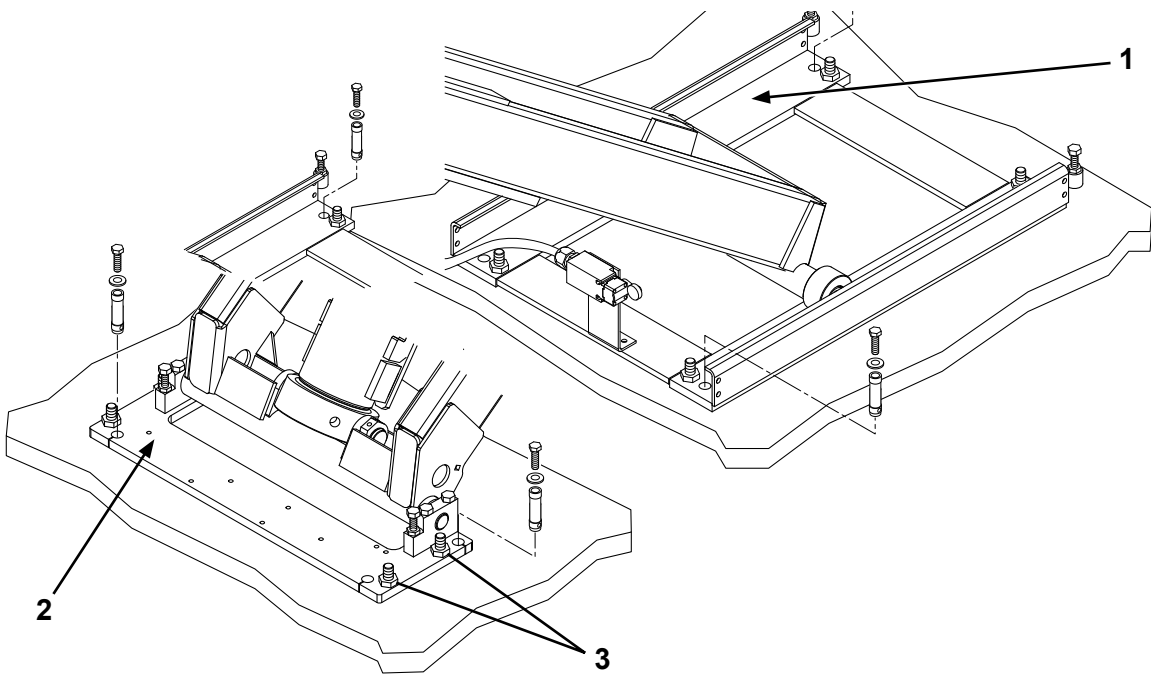

Fig. 21
- Assicurarci della perfetta planarità delle basi prendendo come riferimento le superfici scorrimento rulli 1 (Fig. 21) e appoggio blocco fulcri bielle 2 (Fig. 21): se necessario agire sulle viti di livellamento 3 (Fig.21) ma in questo caso ripristinare il contatto base-pavimento su tutta la superficie con adeguato spessoramento (questo per evitare successive flessioni delle basi).
- Check bases for perfect levelness and keep roller sliding surfaces (1, Fig. 21) and con-rod fulcrum block bearing surfaces (2, Fig. 21) as locating points. Turn levelling screws (3, Fig. 21), if necessary. Should this case be, the lift base must fully rest onto the ground so to avoid possible deflection of the bases. Use shims, if necessary.
- Sicherstellen, dass die Untergestelle perfekt eben ausgerichtet sind, dabei die Rollgleitoberflächen (1 Abb. 21) und die der Auflage der Pleuelanschwenkeinheit (2 Abb. 21) als Bezug genommen werden: Bei Bedarf durch Betätigen der Gleichlaufregelungsschrauben einstellen (3 Abb. 21), auf diese Weise muss jedoch die Untergestell-/Bodenkontaktfläche auf der gesamten Oberfläche mit angemessenen Keilen wieder hergestellt werden (um eine übermäßige Biegung der Untergestelle zu vermeiden).
- Vérifier que la planéité des bases est parfaite en prenant comme référence les surfaces de glissement rouleaux 1 (Fig.21) et d'appui bloc entablures bielles 2 (Fig.21): si nécessaire, agir sur les vis de nivellement 3 (Fig. 21) mais, dans ce cas, rétablir le contact base-sol sur toute la surface avec une cale appropriée (ceci afin d'éviter des flexions successives des bases).
- Controlar que las bases estén perfectamente planas, tomando como puntos de referencia las superficies de deslizamiento rodillos 1 (Fig. 21) y apoyo bloque articulación bielras 2 (Fig. 21); si es necesario, actuar en los tornillos de nivelación 3 (Fig. 21) pero en este caso restablecer el contacto base-pavimento en toda la superficie por medio de espesores adecuados (esto para evitar sucesivas curvaturas de las bases).